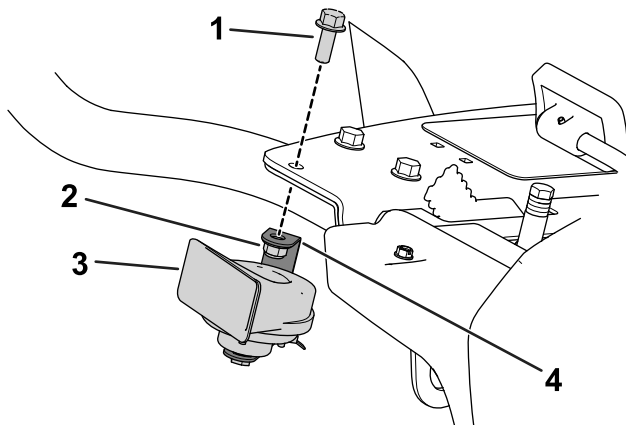

Bild 9
2. Befestigen Sie die Hupe und die Hupenhalterung mit einer Sechskantschraube ( $\frac{3}{8}$ " x 1") und einer Bundmutter ( $\frac{3}{8}$ ") an der rechten Bodenhalterung (Bild 9).